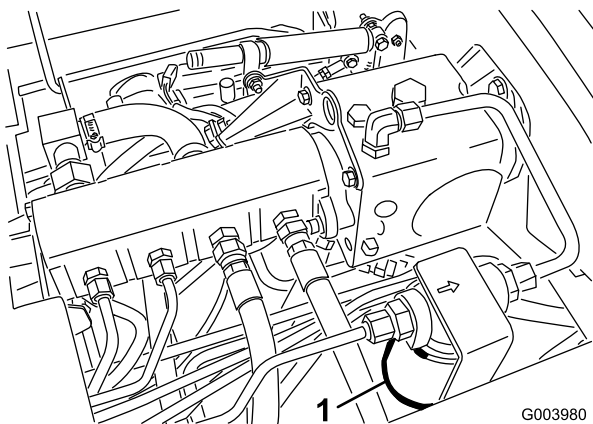
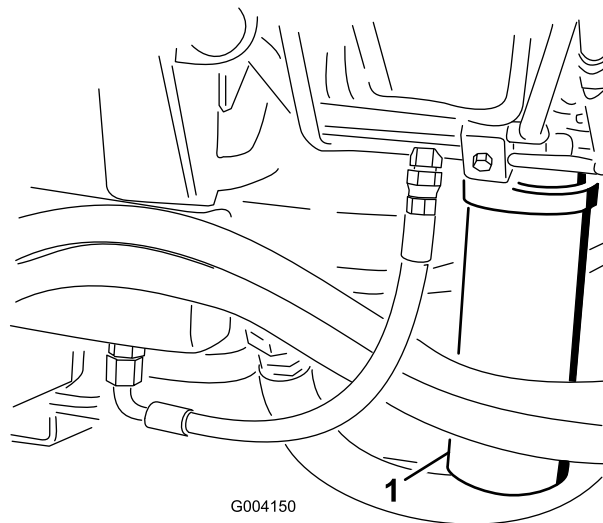

図 79
図 80
2. フィルタ取り付け部付近をきれいに拭い、下に容器を置く（図 79と図 80）。